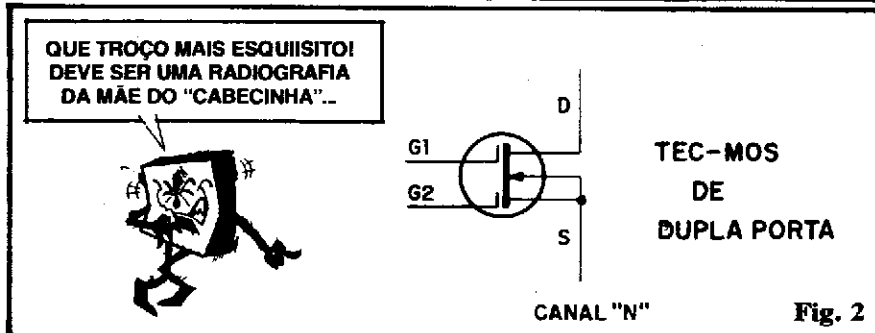

Fig. 2
- FIG. 2 - Transfistor de Efeito de Campo MOS, de dupla Porta. Nessa especial construção interna, o componente é dotado de dois terminais de controle independentes, na forma de Porta 1 (G1) e Porta 2 (G2). É especialmente destinado a "misturar" sinais, já